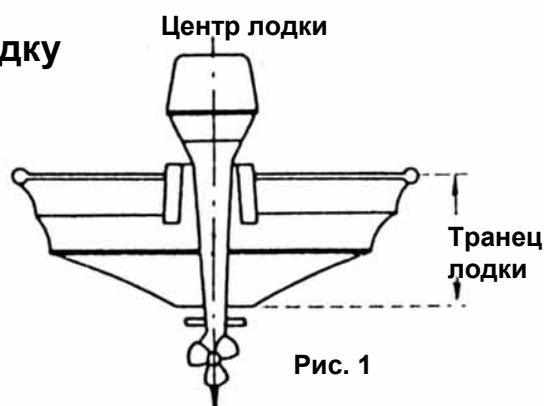

Рис. 1
- (1) Установите двигатель по линии киля
- Отцентрируйте двигатель (Рис. 1)